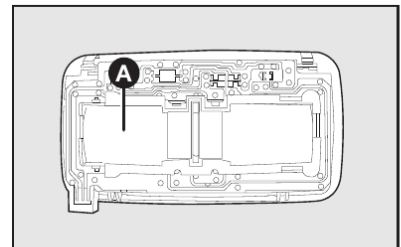

fig. 40
- 3) puxar para cima a tampa **A-fig. 40** interna, para acesso às lâmpadas;